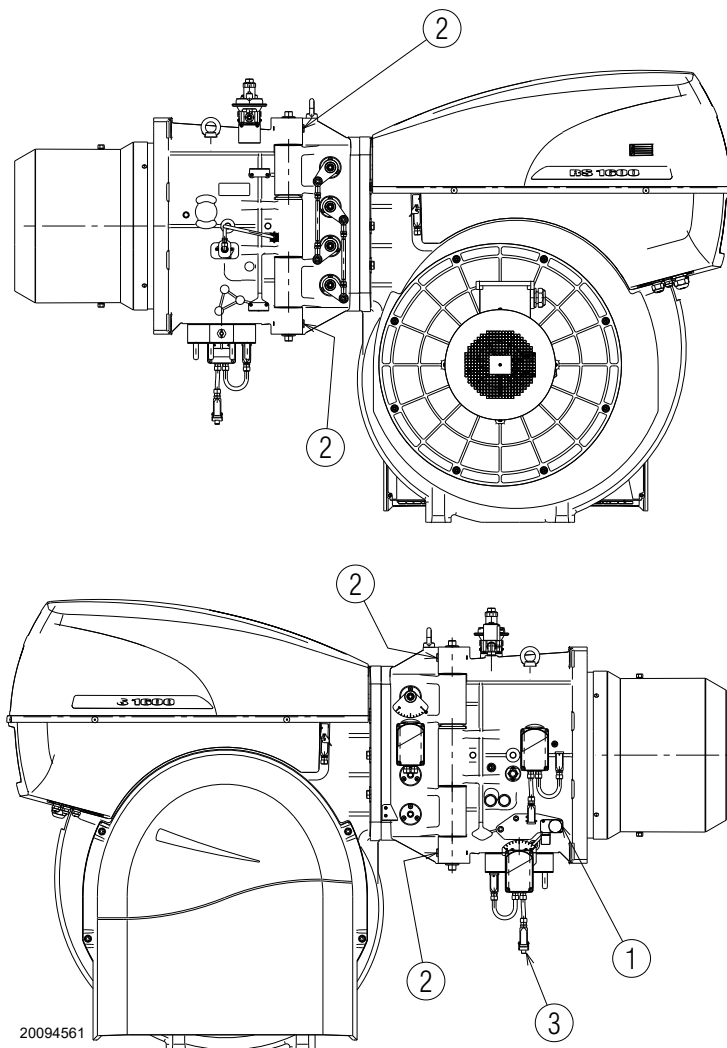

Fig. 35
- Quitar la conexión del presostato gas 1)(Fig. 35).